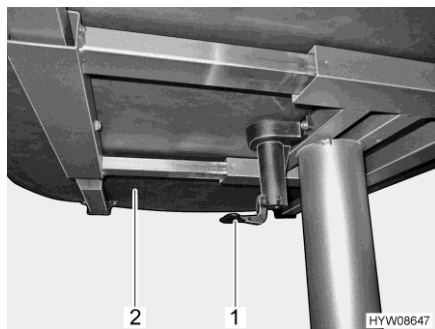

Bild 64 Hebel für Verschieben der Tischplatte
- Den Hebel (Bild 64,1) nach unten ziehen oder drücken.
- Tischplatte (Bild 64,2) in die gewünschte Position schieben.